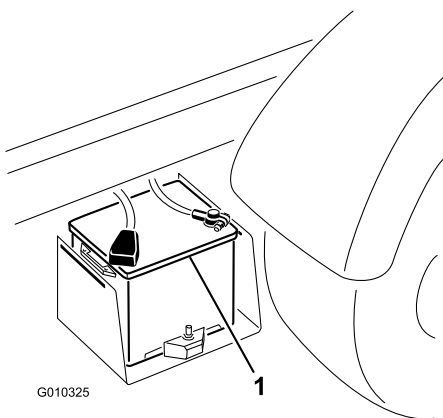

Bild 6
5. Ziehen Sie, wenn die Batterie voll geladen ist, den Netzstecker des Ladegeräts und klemmen dieses von den Batteriepolen ab (Bild 6).